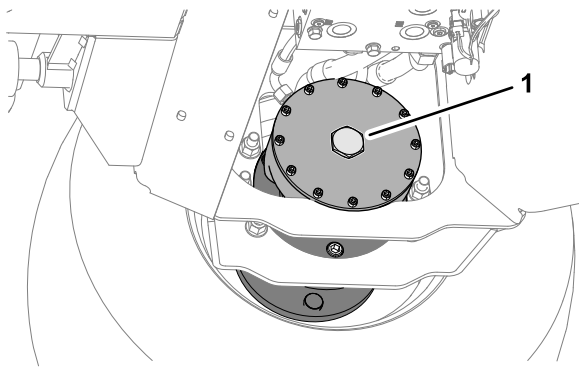

Figura 38
2. Instale el tapón hexagonal en la placa del extremo del motor (Figura 38).
6. Guarde los 2 pernos de 12 mm x 40 mm y las 2 arandelas de 12 mm almacenados en los raíles de soporte de la plataforma (Figura 38).